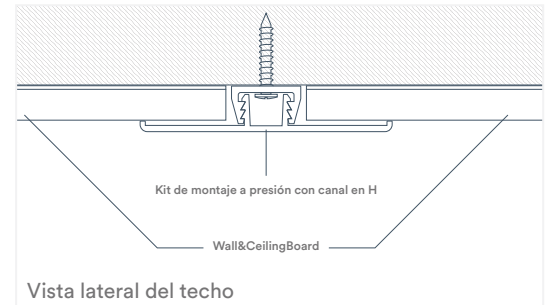

Fig. 8
3. Si el techo es más largo que la longitud de los paneles, los paneles deben unirse en el medio utilizando el kit de encaje a presión con canal H (Fig. 8). Consulte la sección Unión de paneles de la Aplicaciones de molduras sección de este documento para obtener más detalles.